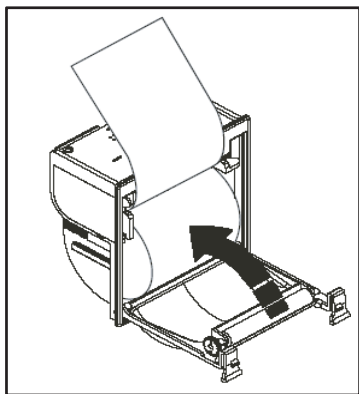

Fig. 38 : Fin de l'installation
3. Tirer le papier à l'extérieur du boîtier comme indiqué sur la Fig. 38 et refermer le couvercle.